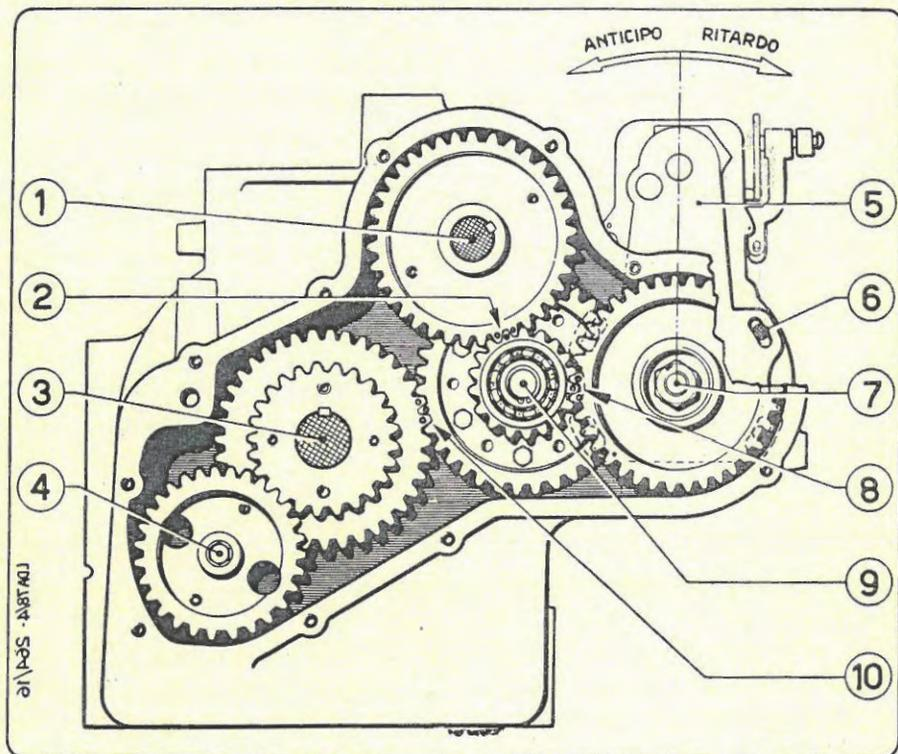

Fig. 11 - RIFERIMENTI FASATURA MOTORE
Se questo non si verifica, occorrerà variare il calettamento della pompa sul suo asse nel seguente modo (Fig. 11):
Dopo eventuale smontaggio o revisione del motore, il montaggio e fasatura dei vari alberi con l'albero motore si effettua nel seguente modo (Fig. 11):
- c) Proseguire il montaggio degli ingranaggi della distribuzione facendo coincidere fra di loro tutti i punti di riferimento indicati con 2) 8) e 10) nella Fig. 11.